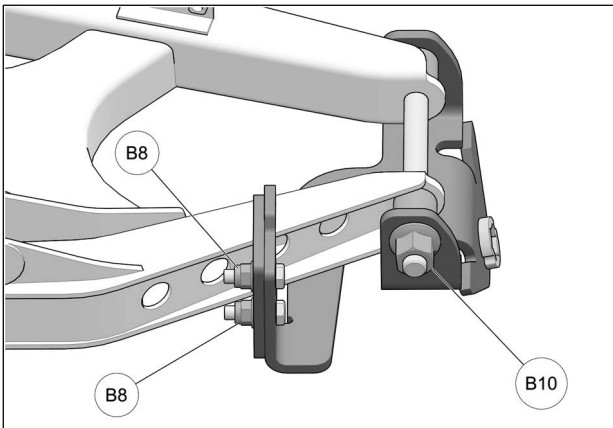

Fig. 11
11. Serrer l'écrou M14 (B10) à un couple de 95 Nm [70 lb•pi]. Serrer ensuite les écrous M8 (B8) à un couple de 25 Nm [18 lb•pi]. Fig. 11